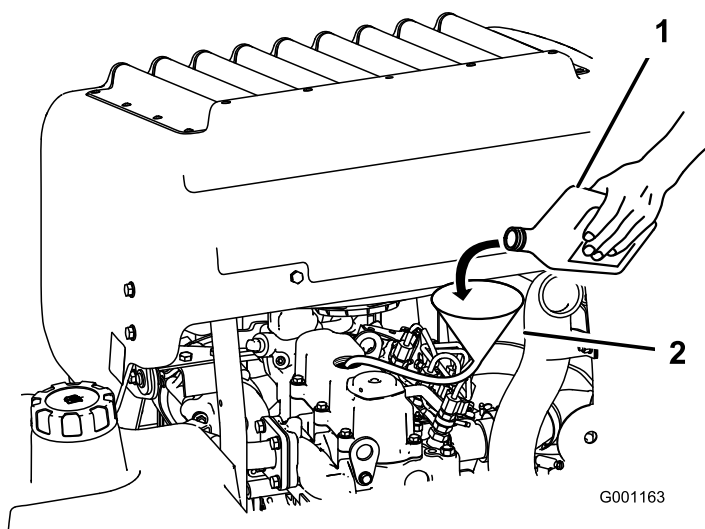

Figure 64
3. Utilisez un flexible et un entonnoir pour faire l'appoint d'huile moteur (Figure 64).